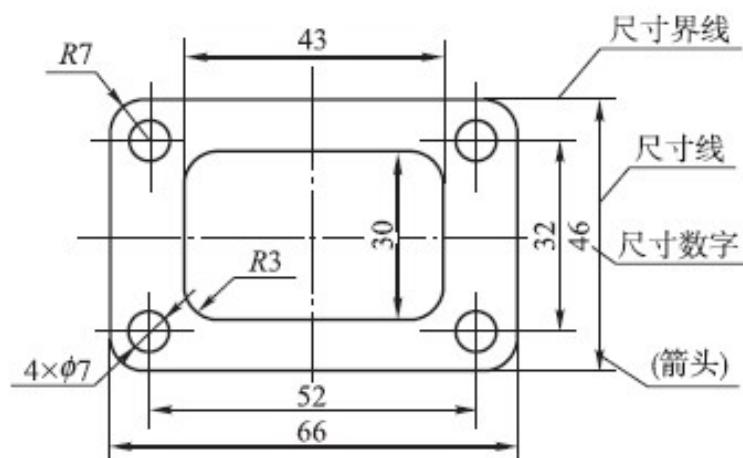

图 1-20 标注尺寸的要素
- ❖ 标注尺寸由尺寸界线、尺寸线（包括其终端）、尺寸数字三个要素组成。如图1-20 所示。尺寸界线和尺寸线用细实线绘制，尺寸线的终端有箭头和斜线两种形式，如图 1-21 所示。